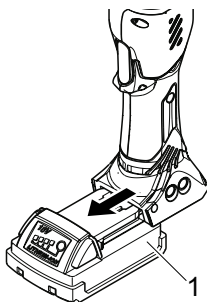

Fig. 5: Rimozione della batteria
2. Estrarre la batteria (Fig. 5/1) dalla pinza di serraggio.